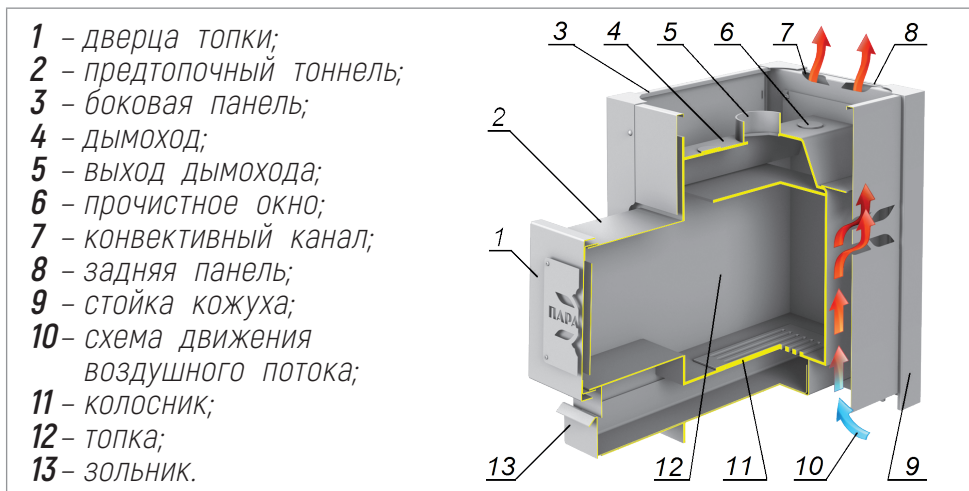

Рисунок 1. Устройство печей Парабель-14К, -18К.
4.4. Ограждающий кожух печи - сборный, состоит из малых и больших секций (панелей), скрепленных между собой стойками (см. рис.1).